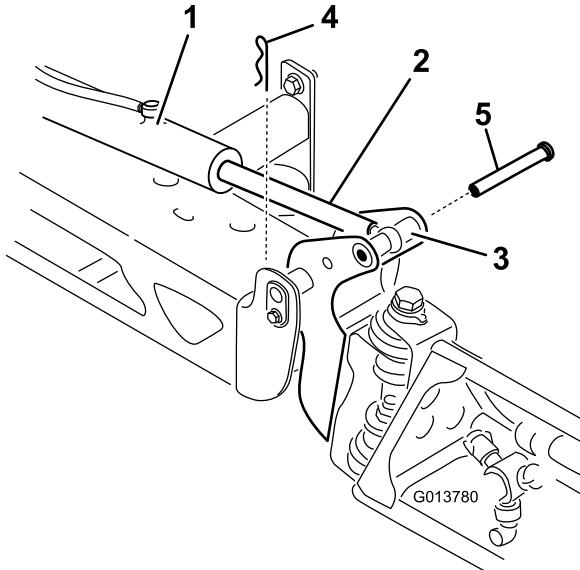

図 106
2. ピボットピンからコッターピンを抜き取る図 106。
3. ブームを持ち上げて、ピンを外し図 106、ブームをゆっくりと床面に降ろす。
9. ブームを支えながら、ブームのピボットとロッド端部の両方にピンを通す図 106。